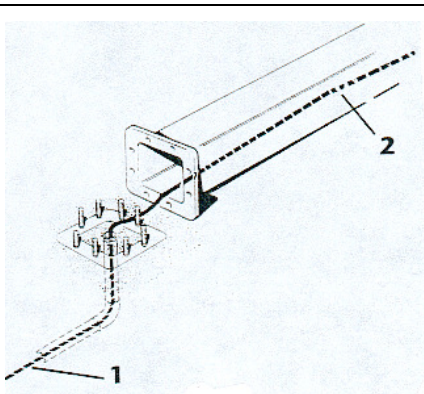

Fig.25
- a. dans le cas **1** câble qui sort des fondations, entrez directement le câble dans la colonne jusqu'à ce que vous atteigniez le trou **2** en haut de la colonne (fig. 25)